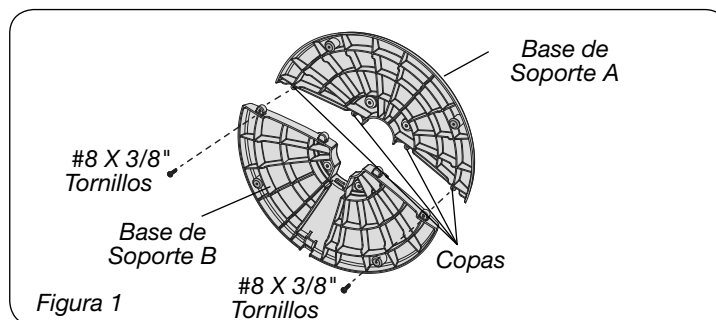
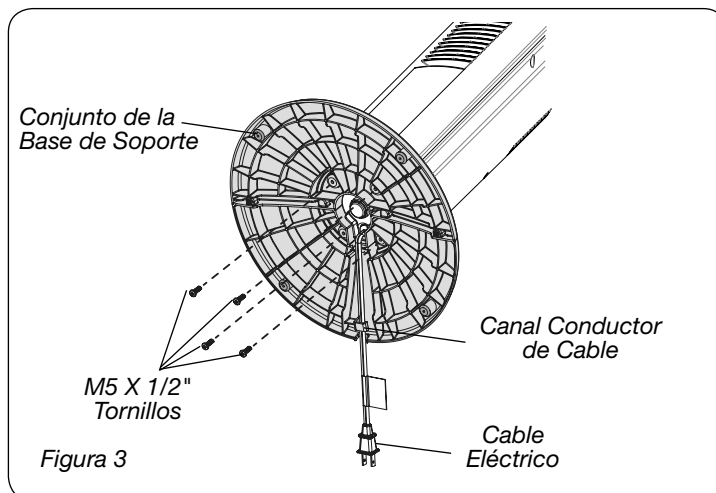

Figura 1
Figura 3
2. Arme las Mitades de la Base de Apoyo encastrando las Puntas de la Base de Apoyo A con los Orificios para Puntas en la Base de Apoyo B. Asegure (2) #8 X 3/8" Tornillos en los dos orificios externos en la parte inferior de la Base. (Figura 1)
4. Alinee la Montura de la Base de Apoyo con la Base del Motor, teniendo en cuenta que la ranura del cable en la parte inferior de la montura de la base de apoyo debe apuntar hacia la parte posterior del Ventilador. Adose la Montura de la Base de Apoyo a la Base del Motor con Tornillos Largos M5 de 1/2". Cerciórese de alinear la Llave del Conjunto de la Base de Soporte con la Muesca Localizadora de la Base Del Motor. (Figura 1) Suavemente tire del Cable Eléctrico para evitar que quede flojo y colóquelo en el Orificio de Colocación del Cable. (Figura 3)